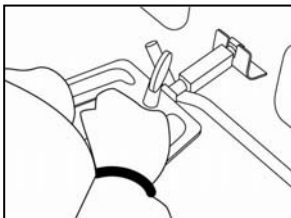

Fig. 4
10. En utilisant la poignée de la rôtisserie, insérer l'extrémité pointue de la brochette de rôtisserie dans le socle de transmission situé du côté gauche de la paroi du four. S'assurer que l'extrémité carrée de la brochette demeure sur les supports à brochette de la rôtisserie situés du côté droit du four. (Fig. 4)